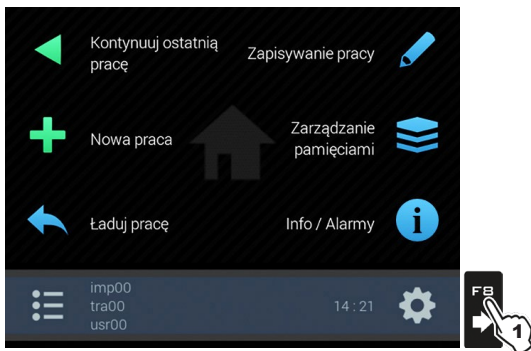
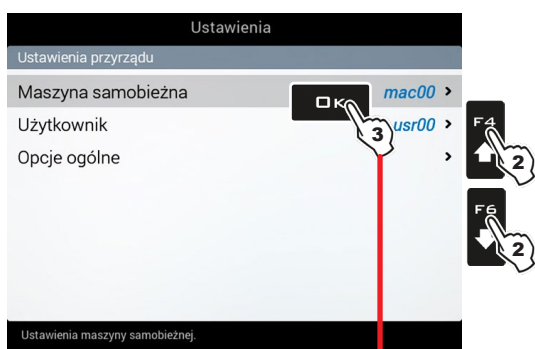
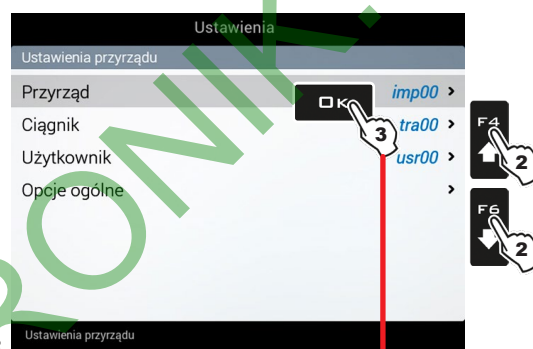

Fig. 41
Fig. 42
Fig. 43
- 1 Na stronie „Home” (Fig. 41) nacisnąć **F8** w celu wejścia do menu **Ustawienia** (Fig. 42 / Fig. 43).
W ZALEŻNOŚCI OD PODSTAWOWYCH USTAWIENÍ (ROZDZ. 4), ZMIENIA SIĘ POZYCJE ORAZ ROZMIESZCZENIE MENU, I CO SIĘ Z TYM WIAŻE, RÓWNIEŻ ZAAWANSOWANE PROGRAMOWANIE URZĄDZENIA. W Fig. 42 E Fig. 43 ZNAJDZIESZ PODSUMOWANIE NAWIGACJI.